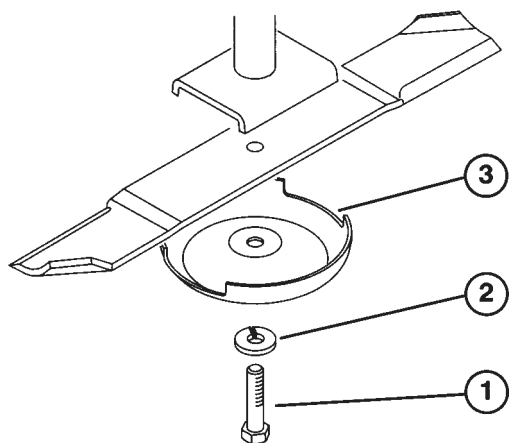

Fig. 15
4. Sæt en uddriver ind i den øverste og nederste del af monteringsrøret, og driv bøsningen ud af røret (fig. 15). Driv også den anden bøsning ud af røret. Rengør indersiden af monteringsrøret for at fjerne evt. snavs.